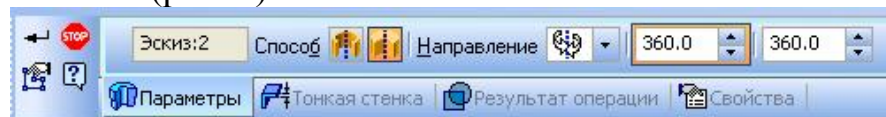

Рис. 7.
10. Выполните команду *Операции – Операция – Вращение*. Установите следующие параметры: способ – сфероид, направление – два, тонкая стенка – нет (рис. 7).